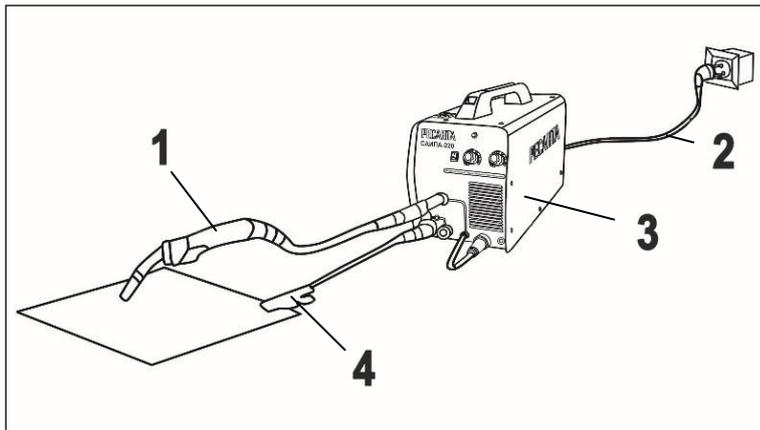

Рис. 2. Схема подключения оборудования
- После зажигания дуги старайтесь сохранять расстояние между рабочей поверхностью (Вашей деталью) и электродом приблизительно равное диаметру самого электрода примерно 3 – 5 мм. Необходимо соблюдать это расстояние постоянно во время сварки. Угол наклона электрода от вертикальной оси должен быть от 20° до 30° (Рис 6 (рис.2)).